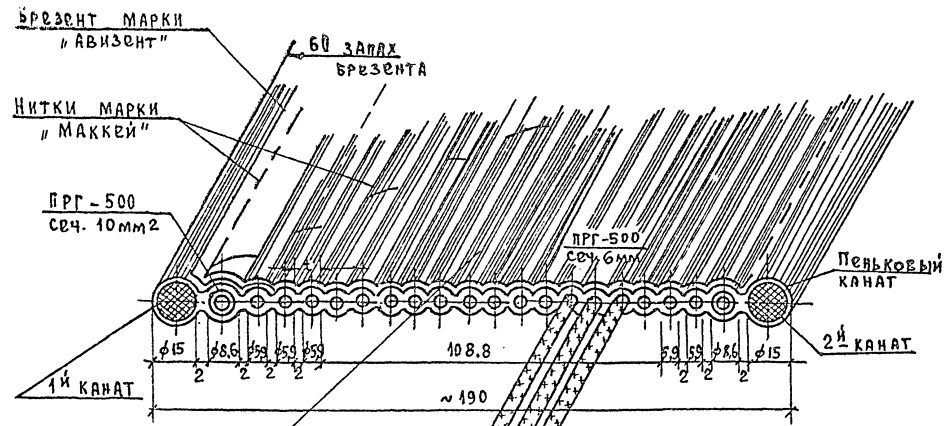

Рис. 1
Расчет ширины заготовок брезента для ленты рассчитывается по формуле: $[(b \times k) \cdot (h \times 2 \times 0,15)]^2 + 0,06$ где b - ширина ленты по проекту в метрах, 2 - коэффициент, предусматривающий обшивку ленты с двух сторон, $0,15$ - коэффициент, учитывающий усадку полотнища брезента по ширине в метрах; $0,06$ - припуск по ширине полотнища несобходимый на запас - в метрах; в данном случае ширина полотнища брезента для обшивки ленты будет равна (рис.1 из) $0,38 + 0,06 + 0,06 = 0,50$ метра.
5. По краям гибкой ленты вшивают качественный канат, имеющий наименьшее растяжение (рис.1). Диаметр пенькового каната берется в 1,5 раза больше диаметра провода наибольшего сечения, но не менее 10-12 мм.
7. Провода для гибкой ленты нарезаются отрезками равной длины с учетом ширины чашки и свободных концов (по проекту) укладываются на козлы (рис.2 из). Провода меньшего сечения зачищают с середины ленты параллельно проводу укладываются симметрично по возрастанию к краям сечению (рис.1). По краям гибкой ленты укладывается пеньковый канат (рис.1).
8. Берутся два деревянных бруска сеч. 100х400 мм и длиной 1000 мм. Два бруска должны быть очень прочно закреплены. Первоначально закрепляют на одном бруске провода и пеньковый канат. Между проводами сохраняют зазор 2 мм (рис.1). После закрепления проводов и каната приготавливают их выправку. Провода проглаживают способом протяжки через тряпку, удерживаемую в руках. Запрещается выправлять провода способом ударов об пол во избежании нарушения изоляции. После выправки провода тщательно осматриваются на обрыв и качество изоляции. По окончании осмотра проводов производят их прозвонку мегомметром на 500 вольт. По окончании определения качества проводов их закрепляют на противоположном бруске, соблюдая строгую параллельность проводов с хранением 2 мм. зазора. Провода должны иметь одинаковую натяжку по всей длине ленты.